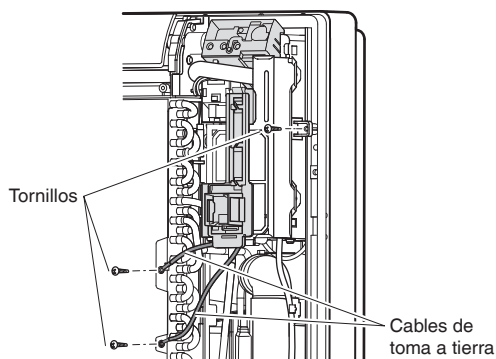

Fig. 4
- 5) Después de extraer los cables de toma a tierra (2 tornillos), extraiga la caja de cableado eléctrico (1 tornillo). (Consulte Fig. 4)